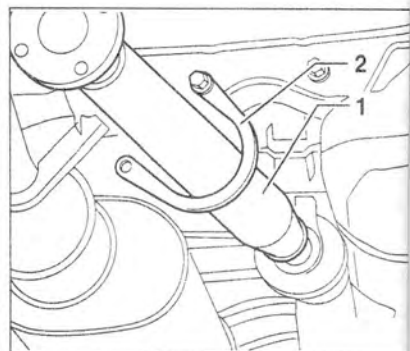

Рис. 5.17. Повесьте карданный вал 1 на стремянку 2.
- 6. Повесьте карданный вал 1 на стремянку 2 (рис. 5.17).